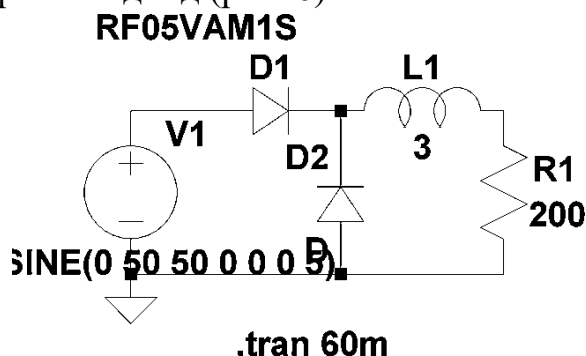

Рис. 6. Схема с обратным диодом.
3. Введите в схему обратный диод (рис. 6)